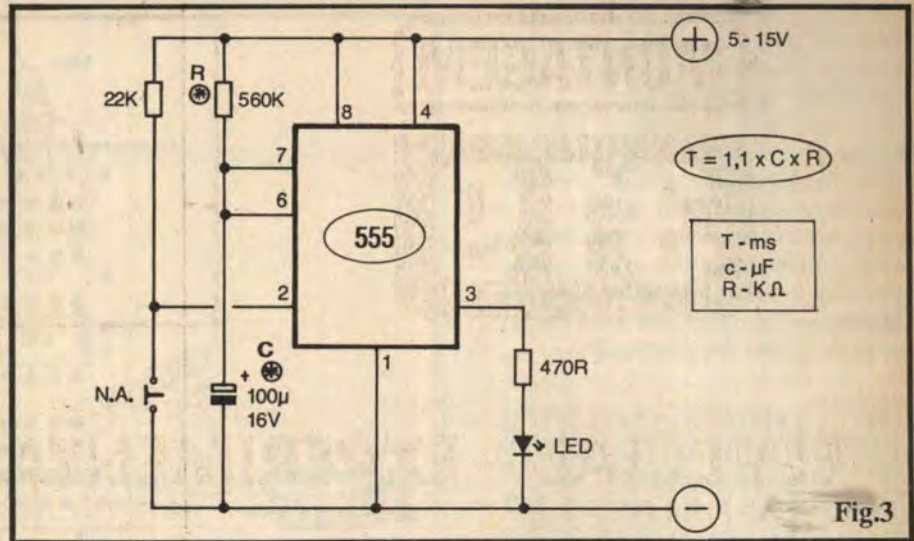

Fig.3
**- FIG. 3 - PRIMEIRO CIRCUITO EXEMPLO: UM MONOESTÁVEL COM 555** - O diagrama esquemático mostra o arranjo básico e típico para um **MONOESTÁVEL** baseado no versátil Integrado 555 (aliás, esse Integrado foi “inventado” com a **nítida** “intenção” de funcionar **nesse** tipo de arranjo circuitual, com a função explícita de **TEMPORIZADOR DE PRECISÃO**, embora a prática tenha demonstrado que o 555 é “capaz” de um “monte” de outras funções práticas, com igual confiabilidade e simplicidade...). No caso do exemplo, usamos como indicador de Saída, um LED comum, protegido quanto à Corrente por um resistor de 470R (que também evita excesso de dissipação sobre o Integrado, prevenindo seu - não desejado - sobreaquecimento...). O “disparo” da temporização é feito pelo **push-button** Normalmente Aberto, que momentaneamente “negativa” o pino 2 do 555 (que, em *stand by*, encontra-se “positivado” pelo resistor de 22K...). O período é basicamente determinado pelos valores do resistor **R** e do capacitor **C** (marcados com asteriscos, no diagrama...), e de acordo com a fórmula  $T = 1.1 \times C \times R$  (onde **T** é o Tempo, em **milissegundos**, **C** é o valor do capacitor, em **microfarads** e **R** é o valor do resistor, em **quilo-ohms**...). Com os valores indicados, para **R** e **C**, obtemos, com razoável aproximação, um Tempo de **1 minuto**, período pelo qual o LED indicador ficará aceso, após a pressão (ainda que muito breve e momentânea...) sobre o **push-button**... A alimentação, bem “aceita” por todo o conjunto de componentes, e principalmente pelo Integrado 555, pode ficar entre 5 e 15 volts, com a única “diferença” que o brilho do LED será, em certo ponto, proporcional ao valor real de Tensão utilizado na dita alimentação...